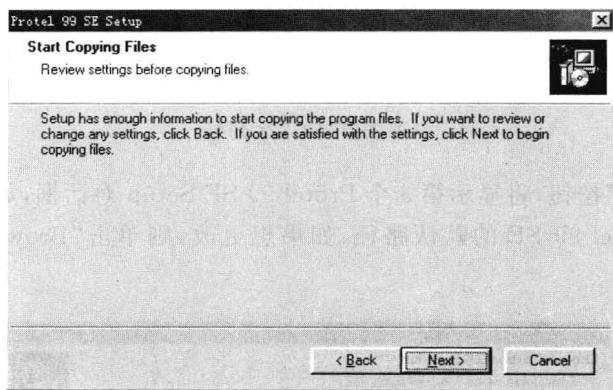

图 1-6 第 5 个 Protel 99 SE Setup 对话框
⑤ 选择后,单击“Next”按钮,将显示第 5 个 Protel 99 SE Setup 对话框,如图 1-6 所示。若单击“Back”按钮则可以返回前面的步骤。
⑥ 单击“Next”按钮,开始安装,安装过程中显示安装进度界面,若需要终止安装过程,可以单击“Cancel”按钮。